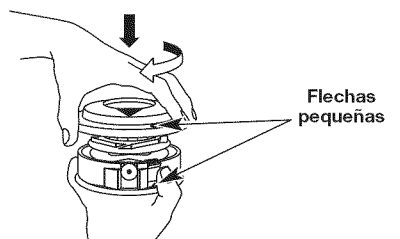

Fig. 18
1. Alinee las flechas pequeñas de la bobina (Fig. 18).
2. Encaje la cubierta de la bobina y gírela a favor de las agujas del reloj hasta que caiga en su lugar (Fig. 18).